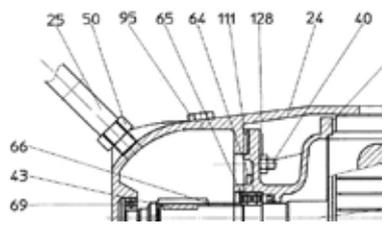

Fig. 8 Montage du levier de commande
1. Insérez le bras de levier (Fig. 8, 25) dans le renforcement prévu à cet effet dans le boîtier (Fig. 8, 24), et fixez-le avec l'écrou à chapeau (Fig. 8, 50).